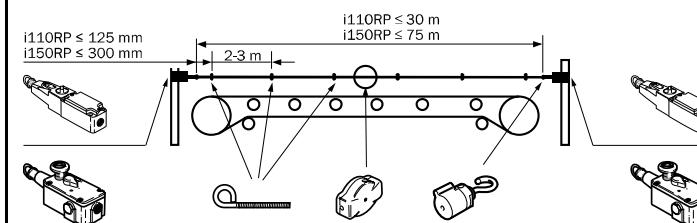

Abb. 2: Beispiel der Seilführung und Anordnung der Einzelteile.
2.2 Seilführung und Anordnung der Einzelteile (Abb. 2)